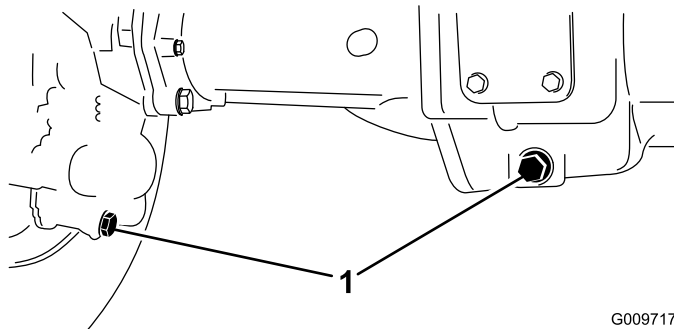

Figure 41
- Nettoyez la surface autour des 3 bouchons de vidange, 1 à chaque extrémité et 1 au centre (Figure 41).